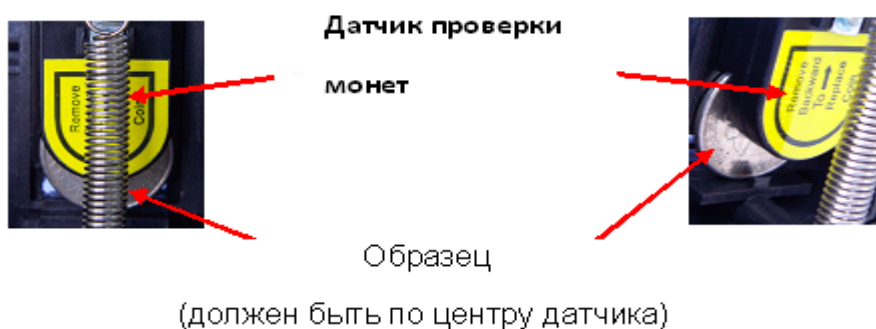

Рис. 11
- проворачивание конвейера осуществляется нажатием кнопки тест двигателя (см. рис. 11)